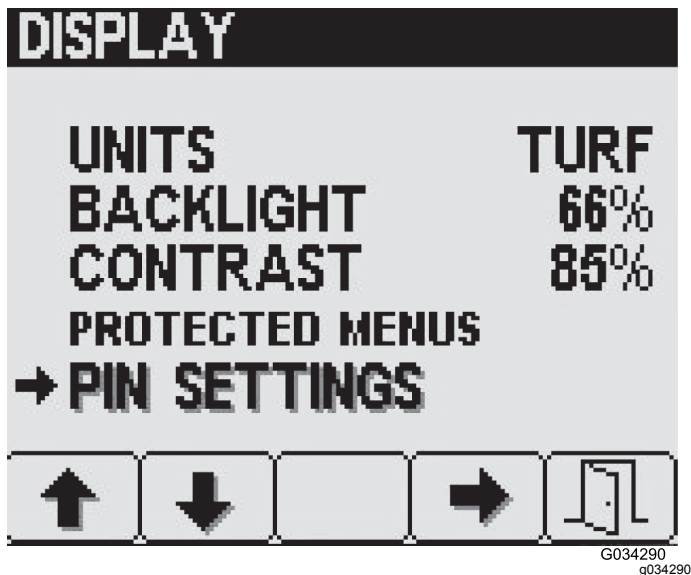

図 24
1. 表示Display画面でボタン2を何度か押して PIN 設定PIN Settingsへ移動し、ボタン4でそれを選択する 図 24。